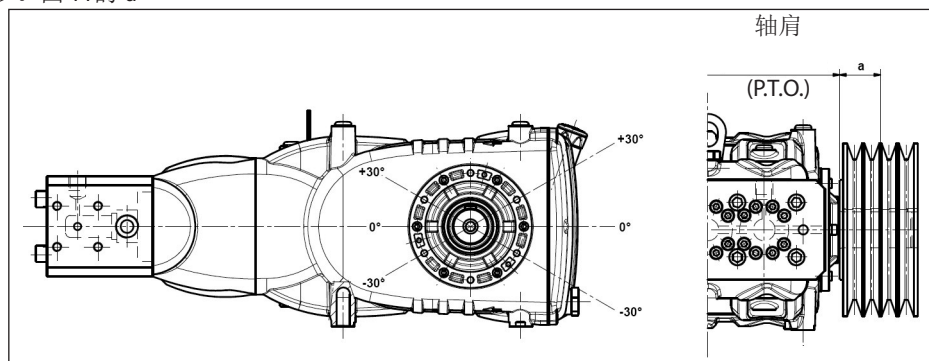

图 11
$a=40$ mm时，传动才被视为适当，见图 11。
- b) 使用高效能皮带 - 例如**XPB**而不是**SPB** - 同样的功率传递, 使用的皮带数量会相对少, 继而相对轴肩(P.T.O.)的距离也会减少。图 11的“a”
- e) 按照图 11指出的方向拉紧皮带, 其他需求请联系技术部或售后服务中心。